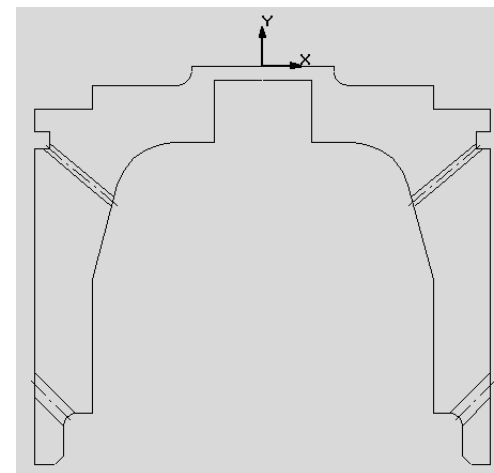

Рис. 4.62
8. Симметрия. Воспользуйтесь комбинацией горячих клавиш **Ctrl+A** или командами **Выделить > Все**. В строке меню нажмите **Операции > Симметрия**, направьте курсор в центр координат и щелкните мышью. Затем укажите вторую точку симметрии (на 5 мм ниже), щелкните мышью и нажмите кнопку  (**Прервать команду**). (рис. 4.62).